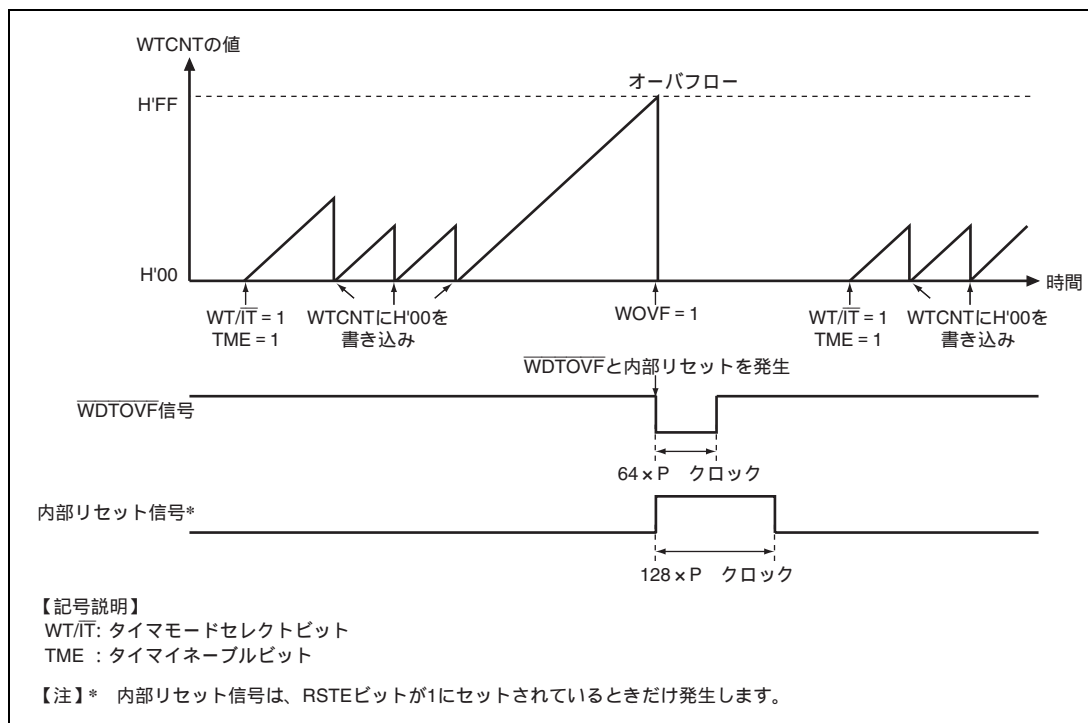

図 13.4 ウォッチドッグタイマモード時の動作
4. カウンタがオーバーフローすると、WDTはWRCSRのWOVVFを1にセットして、 $\overline{\text{WDTOVF}}$ 信号が外部に出力されます。これを図13.4に示します。この $\overline{\text{WDTOVF}}$ 信号を用いて、システムをリセットすることができます。 $\overline{\text{WDTOVF}}$ 信号は、 $64 \times P$ クロックの間出力されます。